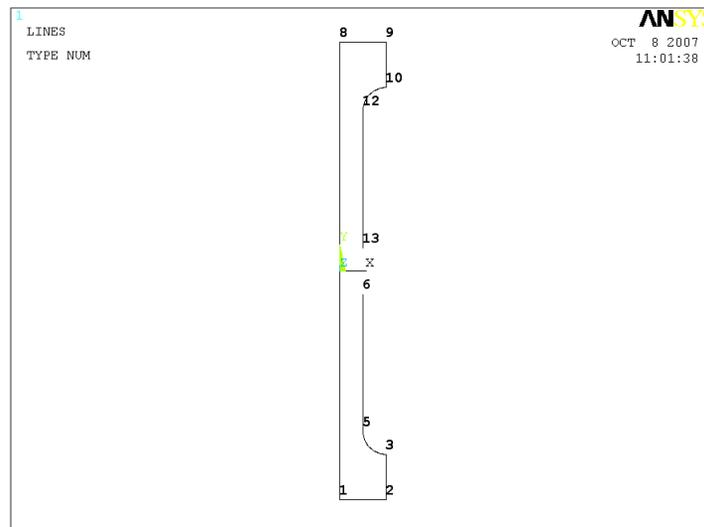

Рисунок 11. Промежуточные результаты построения границы модели
- Повторяем указанную последовательность действий для построения дуги, соединяющей ключевые точки **12** и **10** (центр дуги ключевая точка **11**) и имеющей радиус **0.005** (Рисунок 11).